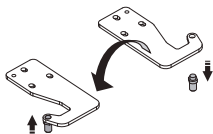

Fig. 13
13. Fig. 13 Vyšroubujte osu horního závěsu, závěs otočte a osu upevněte z druhé strany. Díl odložte stranou pro další fázi montáže.